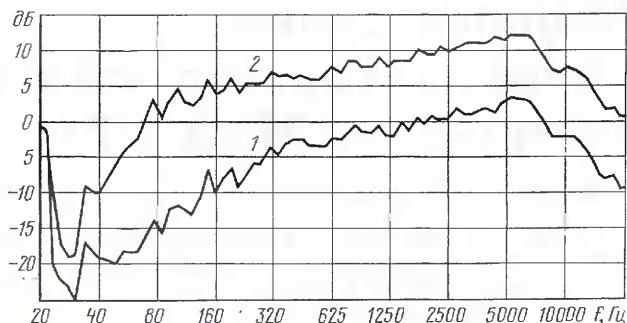

Рис. 3
С помощью измерительного конденсаторного микрофона M101 (изготовитель — завод "Виброприбор", г. Таганрог) измерены АЧХ по полю исходного и модернизированного микрофонов в заглушенном помещении площадью 55 м². Измерения АЧХ производились в автоматическом режиме на сигнале "скользящего" тона в полосе 20...20000 Гц с использованием компьютерной программы по методике, описанной в [6]. На рис. 3 приведены результаты измерений: кривые 1 и 2 — АЧХ микрофона до модернизации и после. Погрешность акустических измерений не превышала ±1 дБ*.
* На АЧХ рис. 3 эта погрешность выражена волнистой кривой. — Прим. ред.